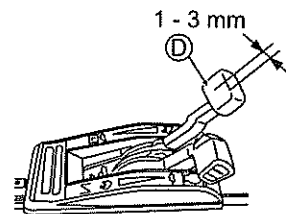

Fig. 27.
Réglez le jeu du Levier de changement de vitesse (D) à 1 - 3 mm ainsi qu'illustré dans la Fig. 27.